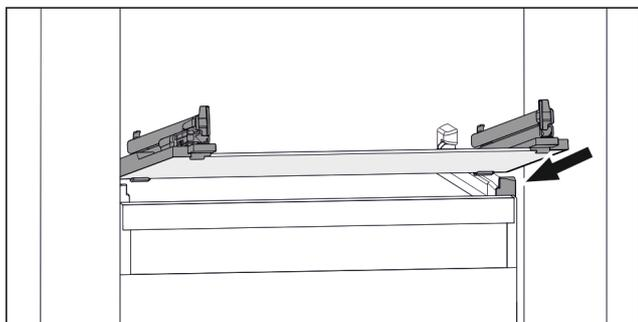

Fig. 111 Representación de la placa de vidrio a modo de ejemplo
- ▶ Coloque la placa de vidrio inclinada detrás de los topes. (consulte *Fig. 111*)